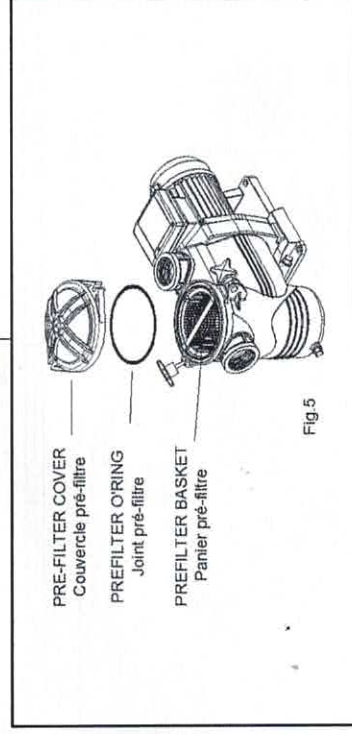

Fig. 5
1. Open the lid of the pre-filter (Fig. 5).
4. Close the pre-filter without forgetting to place the joint in their seat. (Fig. 5)
- ! • In models with pre-filter, the pre-filter basket should be regularly cleaned in order to avoid pressure drops. To avoid breakage of the basket, you should not hit during the cleaning process. Every time you open the pre-filter, clean the joint and the seat of the joint of any impurities, to ensure a good sealing when shutting the lid. (Fig.5).
1. Ouvrez le couvercle du préfiltre (fig. 5).
4. Fermer le préfiltre sans oublier de placer le joint dans son logement. (Fig. 5)
- ! • Pour les modèles avec préfiltre, nettoyer régulièrement le panier du préfiltre pour éviter les chutes de pression. Pour éviter que le panier ne se casse, nous recommandons de ne pas le frapper pendant le processus de nettoyage. Le laver à l'eau claire. Chaque fois que vous ouvrez le préfiltre, il faut nettoyer les impuretés sur le siège du joint et sur le joint même, afin d'assurer l'étanchéité de la fermeture du couvercle. (Fig.5).